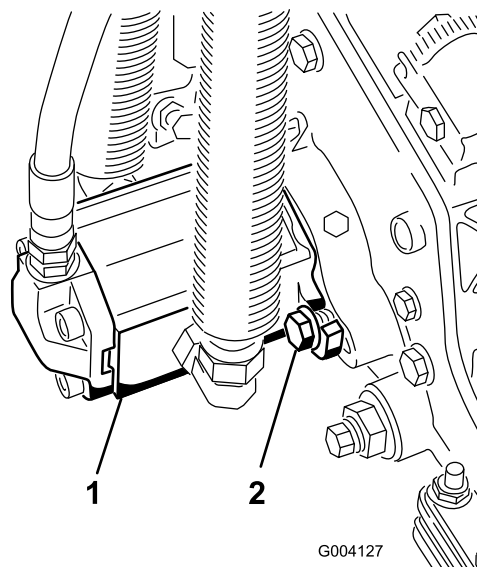

Figure 15
16. Montez le moteur en le tournant dans le sens horaire jusqu'à ce que les brides passent les boulons (Figure 15). Tournez le moteur dans le sens antihoraire jusqu'à ce que les brides encerclent les boulons, puis serrez les boulons.